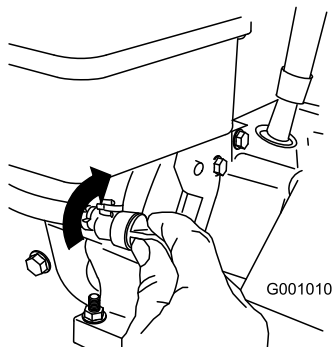

Figura 26
3. Girate la valvola d'intercettazione del carburante per chiuderla (Figura 26).